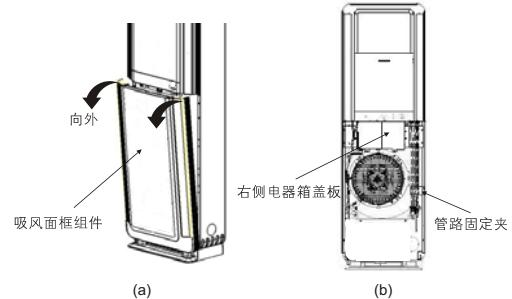

图16
- 按图16所示依次拆下吸风面框组件、右侧电气箱盖板及管路固定夹。